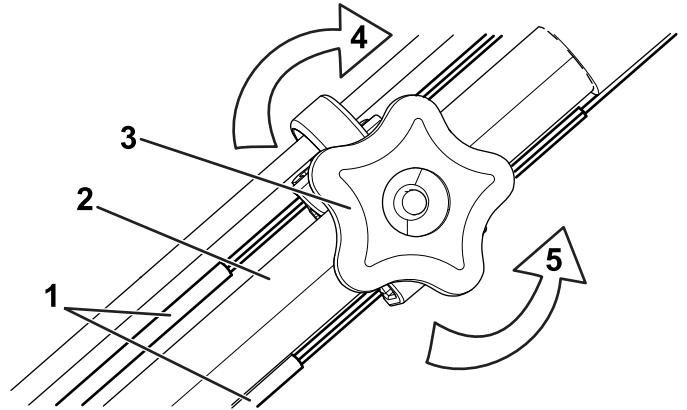

Figura 28
1. Gire el pomo de ajuste en sentido antihorario para aflojar el cable (Figura 28).
2. Ajuste la tensión de los cables (Figura 28) tirando de ellos hacia atrás o empujándolos hacia adelante, y sujételos en esa posición; la longitud de ambos cables debe ser la misma.